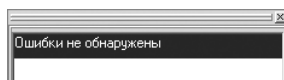

Рис. 1.79. Пример состояния окна **Инспектор** при активном элементе списка **Протокол**
- **Протокол** – отображает в окне **Инспектор** протокол отладки объекта. Пример состояния окна **Инспектор** при активном элементе списка **Протокол** см. на рис. 1.79;